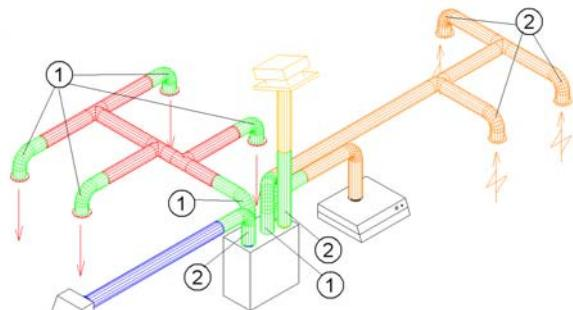

Fig.5
För att undvika fläktljud till rummen används ljuddämpare (pos.1, fig.5) på aggregatets till- och fränluftstosar (längd = ca 1,0m per styck).
Flexibla kanaler (pos.2, fig.5) kan användas vid övergången mellan kanalsystemet och takhuv/uteluftsintag. Alternativt kan flexibla ljudfällor användas vid korta kanal dragningar till det fria. Krav är dock att inte ljudet bör bli högre utomhus.